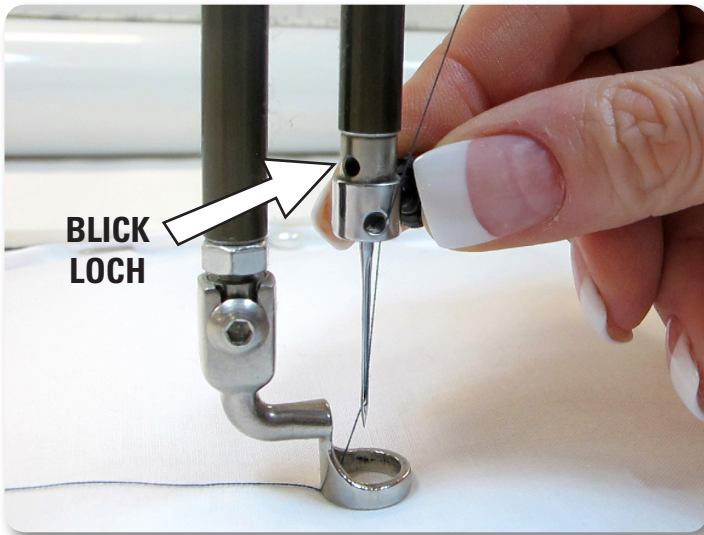

Abb. 7
3. Rändelschraube an der Nadelstangenklemmung (siehe Abb.7) so weit lockern, dass die Nadel bis nach oben zum Sehloch eingeschoben werden kann.
4. Nadel vollständig in die Nadelstange einsetzen - bis sie nicht mehr weitergeschoben werden kann, dabei muss die Hohlkehle (kleiner angeschliffener Bereich/Beschichtung auf der Rückseite der Nadel direkt oberhalb des Nadelöhrs) in Richtung Handrad und die lange Rinne an der Vorderseite der Nadel in Richtung Spulengehäuse zeigen (siehe Abb. 7). Im Sehloch kann überprüft werden, ob der Nadelfuß das oberste Ende des Sehloches erreicht.